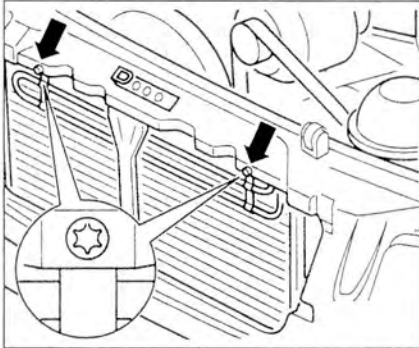

Рис. 2.3. Открутите болты (стрелки) и отложите в сторону трубки охлаждения гидроусилителя рулевого управления.
9. Открутите болты (стрелки) и отложите в сторону трубки охлаждения гидроусилителя рулевого управления (рис. 2.3).